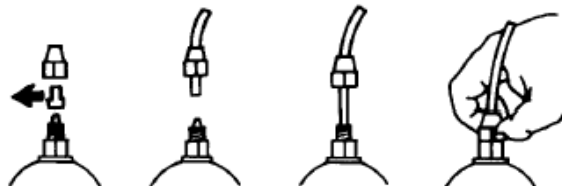

Рис. 7
e. — Снимите защитные колпачки с двух ниппелей, пропустите шланг через гайку, одновременно проталкивая и вращая, вставьте шланг в коническое соединение ниппеля (зажим шланга). Поворотом гайки зафиксируйте шланг. (Рис. 7)